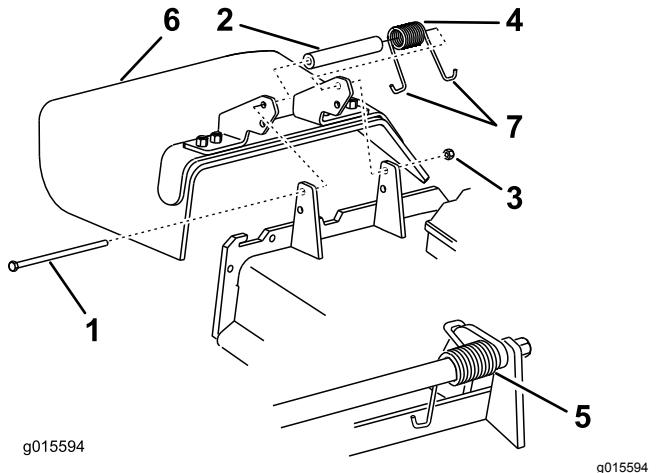

Bild 122
1. Entfernen Sie die Sicherungsmutter, Schraube, Feder und das Distanzstück, mit denen das Ablenkblech an den Schwenkhalterungen befestigt ist (Bild 122).
2. Entfernen Sie defekte oder abgenutzte Ablenkbleche (Bild 122).
Hinweis: Achten Sie darauf, dass ein J-Hakenende der Feder hinter der Mähwerkseite befestigt ist, bevor Sie die Schraube einsetzen, wie in Bild 122 abgebildet.
6. Führen Sie ein J-Hakenende der Feder um das Ablenkblech (Bild 122).